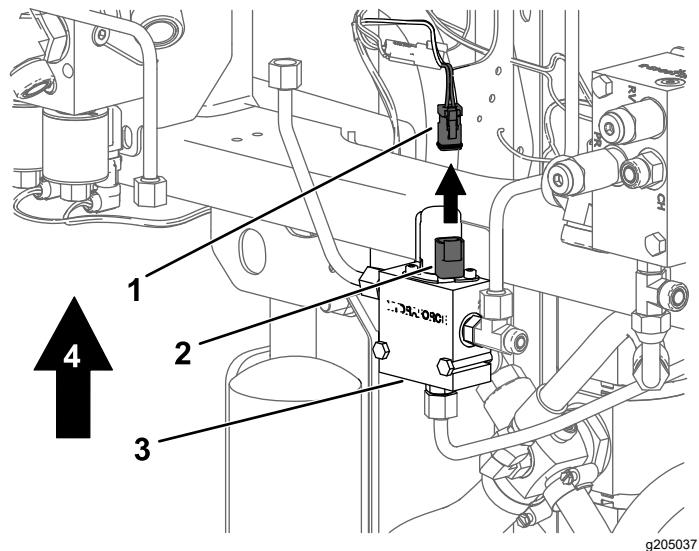

Figura 29
10. Desligue a bobina do coletor de 3 vias (Figura 29).